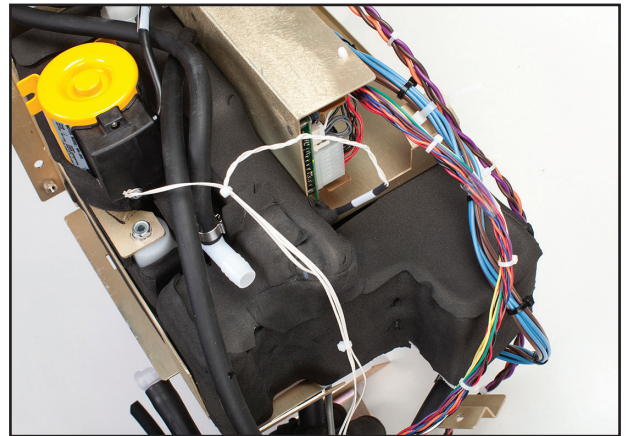

图 8-58 水箱温度传感器线束就位
7. 如图所示调整绝缘材料，使 T4 能够正确插入水箱（参见图 8-58）。